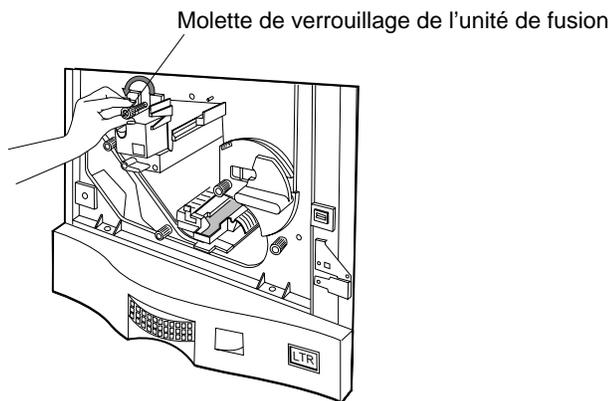

Figure 4-34 Desserrage de la molette de verrouillage de l'unité de fusion
2. Tournez plusieurs fois la molette de verrouillage de l'unité de fusion dans le sens inverse des aiguilles d'une montre pour libérer l'unité de fusion, comme illustré à la Figure 4-34.